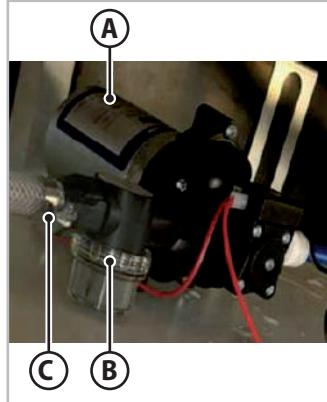

Fig.7.1 - Filtre externe de la pompe à eau
3. Accéder à la pompe à eau (A - Fig.7.1) en enlevant les coussins du canapé de la dînette et le couvercle du compartiment du réservoir d'eau potable.
4. Dévisser le raccord en plastique (C - Fig.7.1) qui raccorde le filtre au tuyau d'évacuation.
5. Dévisser le capot transparent (B - Fig.7.1) du filtre et sortir le corps filtrant.
Nettoyer régulièrement le vase d'expansion (Fig.7.1), en particulier lorsque l'eau s'écoule de manière irrégulière des robinets bien que :